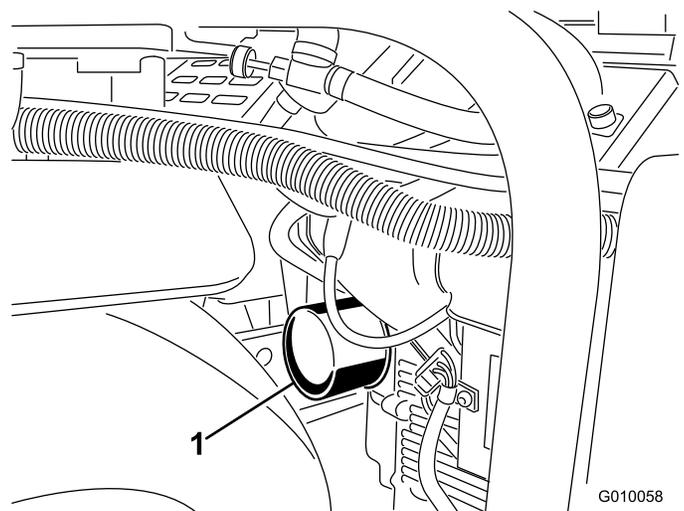
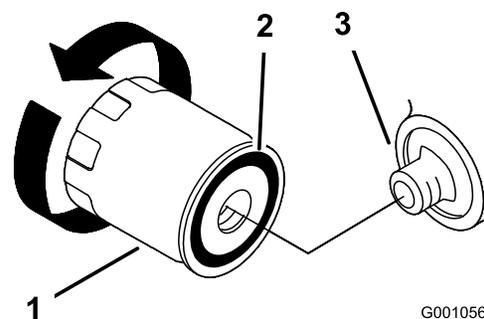

Рисунок 47
Рисунок 48
5. Для сбора масла разместите под фильтром мелкий поддон или ветошь (Рисунок 47).
6. Извлеките старый фильтр (Рисунок 47 и Рисунок 48) и протрите поверхность прокладки переходника фильтра.